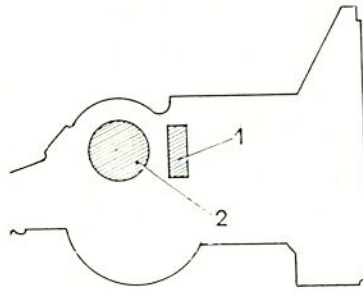

Figure BV 19.
Pose de la cage extérieure du roulement pignon d'angle (1, fig. BV 19) et de l'arbre démultiplicateur avec son roulement (2)